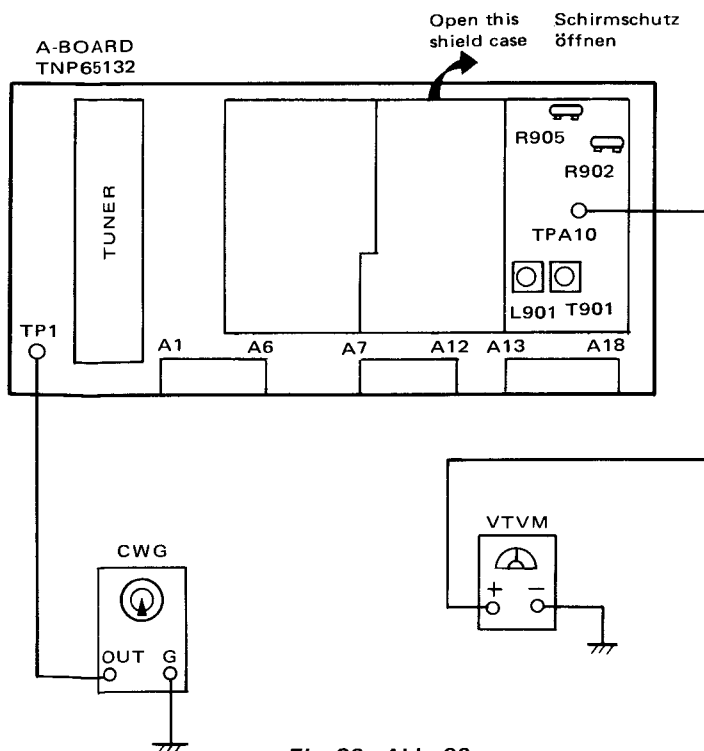

Fig. 36 Abb. 36
4. Adjust R902 so that Magic Line width is  $45 \pm 5mm$  ( See fig. 36)
5. Adjust R905 to place the Magic Line at the center of the screen. ( See Fig. 36)
4. Mit R902 die Breite des Magischen Bandes auf  $45 \pm 5 mm$  einstellen ( s. Abb. 36) .
5. Mit R905 das Magische Band auf Schirmmittstellen. (s. Abb. 36)